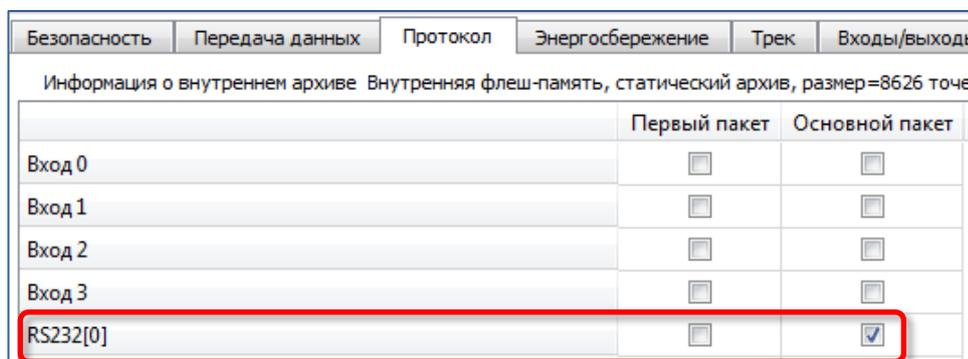

Рисунок 8. Настройка основного пакета в Конфигураторе
1.4. перейдите на вкладку «Настройки» -> «Протокол» Конфигуратора, настройте основной пакет на передачу данных по входу RS232[0] или RS232[1] на сервер (Рис. 8) и нажмите кнопку «Применить»; или на вкладке «Команды» отправьте команду *MainPackBit 22,1* (*MainPackBit 23,1*, если ДУТ подключен к порту RS232[1]);